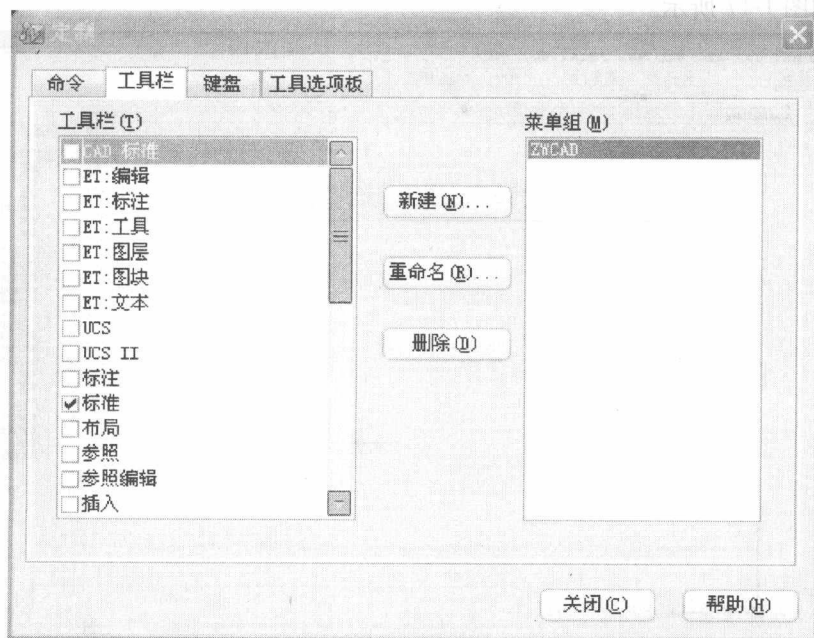
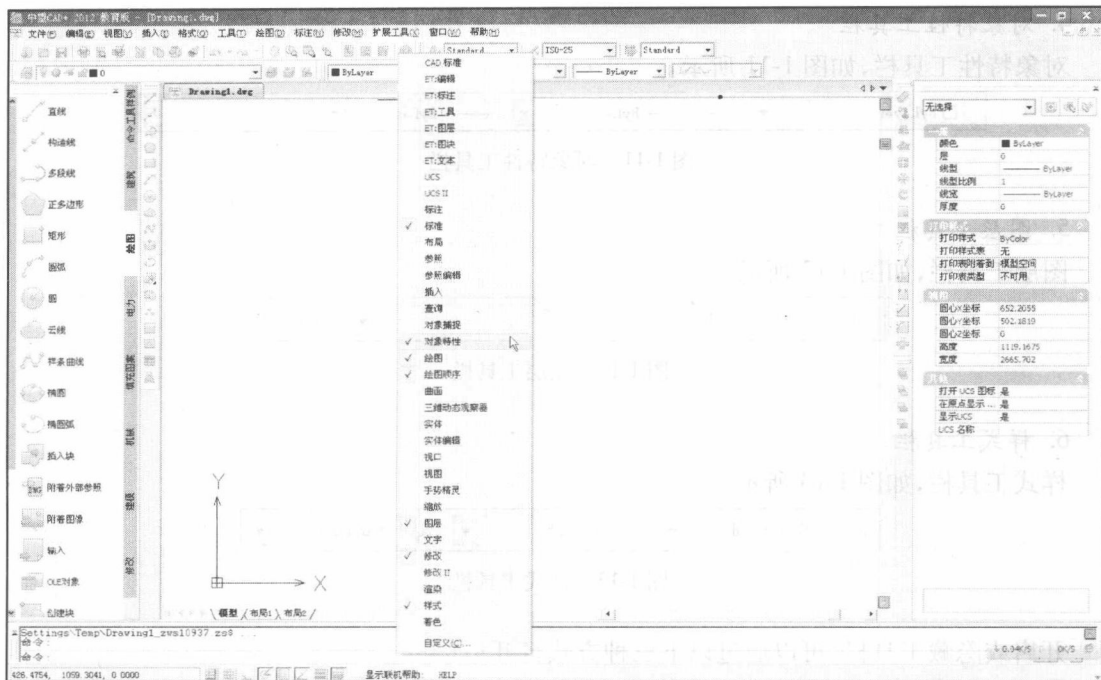

图 1-14 “工具栏”选项卡
图 1-15 开启工具栏
① 命令:TOOLBAR 简写 TO。
② 菜单:工具→自定义→工具栏。
③ 工具栏:在任意工具条上右击,滑动鼠标,选中需要开启或隐藏的工具栏,如图 1-14 和图 1-15 所示。